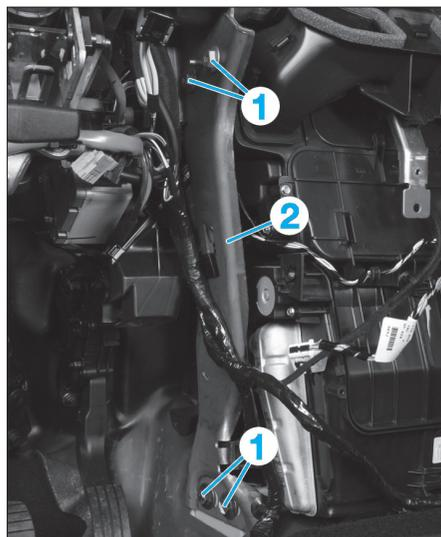

Fig. 27
- Déposer les vis (1) du renfort de traverse (2) (Fig.27).
- Déposer le renfort de traverse (2).